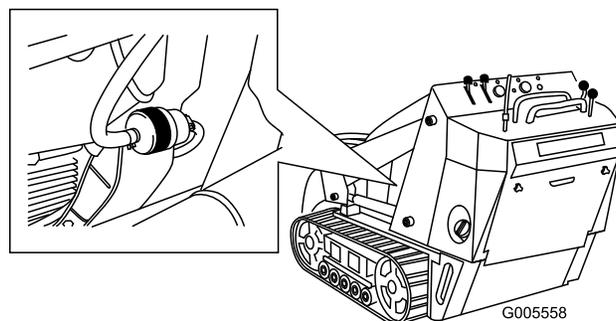

Рисунок 40
4. Пережмите топливопроводы на обеих сторонах топливного фильтра (Рисунок 40).
5. Сожмите концы шланговых хомутов и сдвиньте их с фильтра (Рисунок 40).